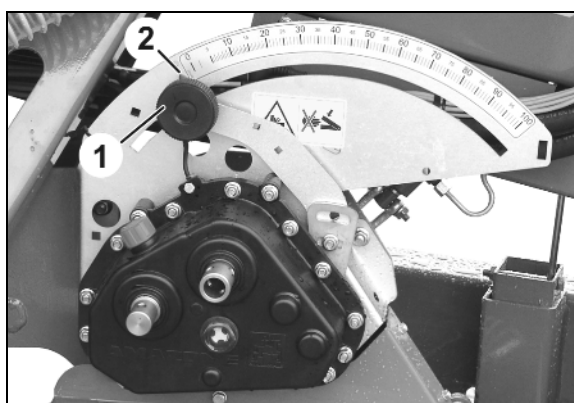

Рис. 64
14. поверните рукоятку указанное в таблице (Рис. 64) количество раз влево!